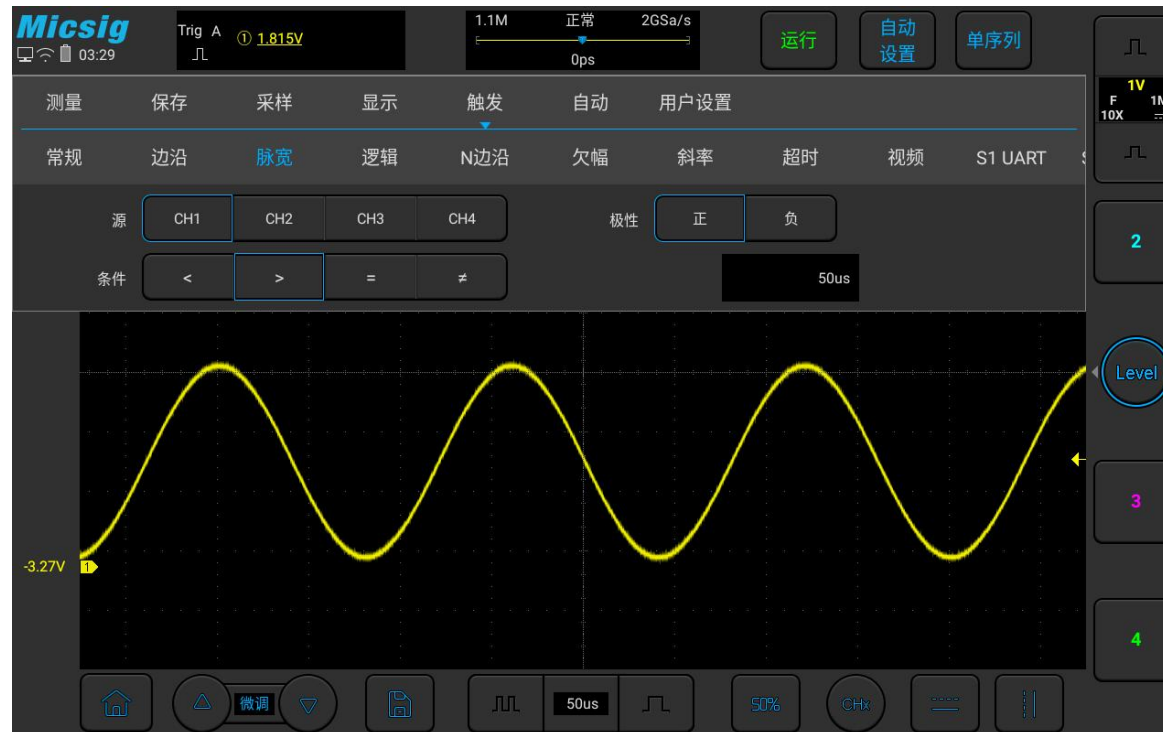

图 5-14 脉冲宽度触发设置菜单
- 1) 打开触发菜单，轻点“触发”打开触发菜单，在触发类型中选择脉宽触发，对脉宽触发进行如下设置，见图5-14：